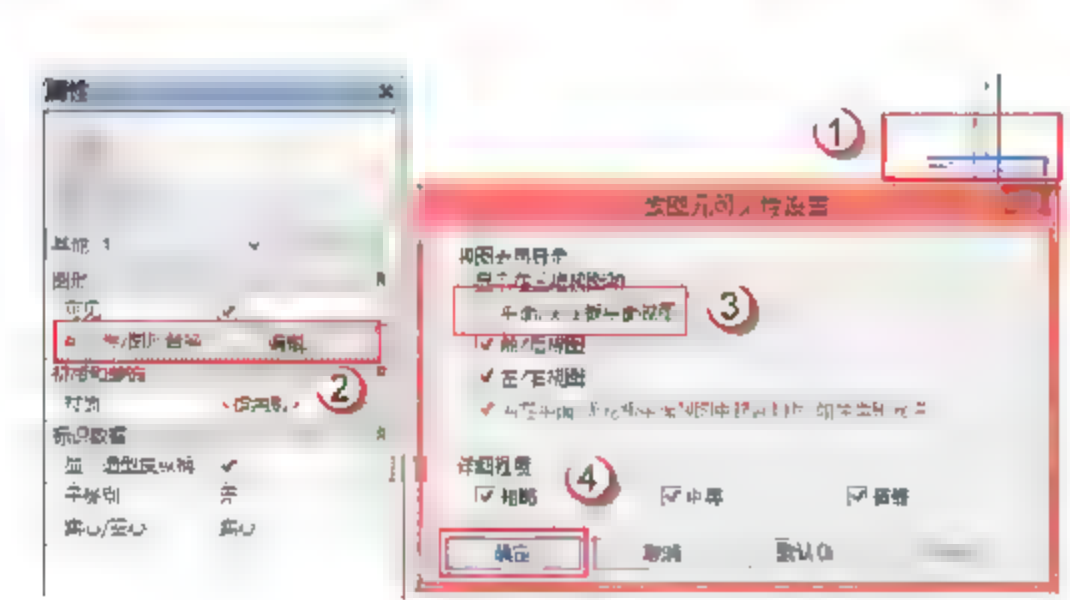

图 8.1.18 去掉平面可见性
(1) 分解组件。选择“骨架”组→“全部分解”命令。
(2) 编辑可见性。重新选中“骨架”图元，在“属性”面板中编辑“可见性/图形替换”选项，取消“平面/天花板平面视图”复选框的选择，单击“确定”按钮，如图 8.1.18 所示。